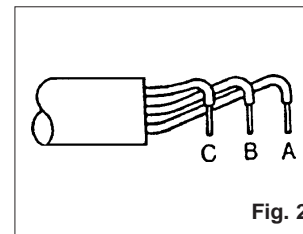

Fig. 2
3. Desserrer les vis de borne et insérer les conducteurs à fond dans les bornes appropriées selon Tableau 1. Il sera plus facile d'insérer les conducteurs s'ils sont d'abord courbés à angle droit tel qu'illustré à la figure 2.